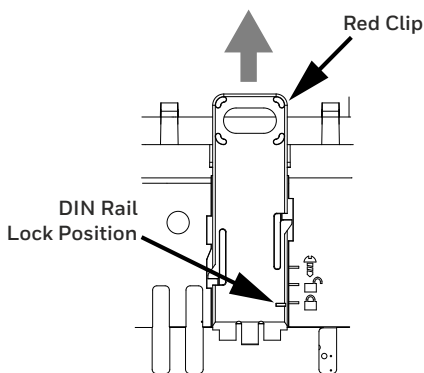

Fig. 7 Verriegelte Position
2. Sichten Sie alle roten Befestigungsclips heraus, bis die entriegelte Position erreicht ist, siehe Abb. 7.